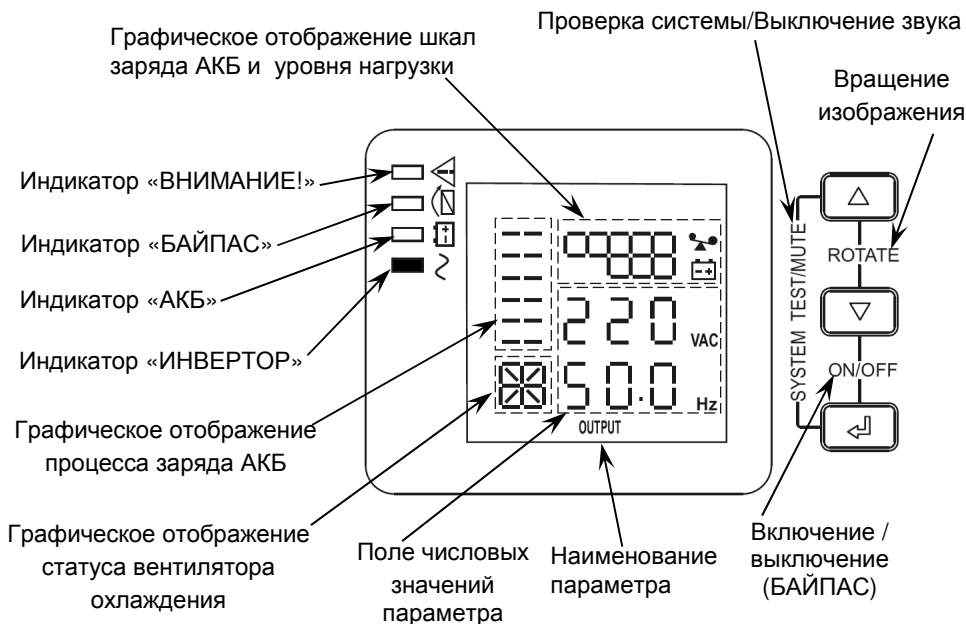

Рисунок 3 - Передняя панель изделия при монтаже в горизонтальном положении (на ЖК-дисплее отображены выходные параметры изделия (параметр OUTPUT)).
На ЖК-дисплее отображаются значения основных параметров изделия (см. рисунок 3).
-  При наличии напряжения питающей сети в пределах допустимого диапазона (см. п.1...п.3 таблицы 1) изделие питает нагрузки и осуществляет заряд АКБ. На ЖК-дисплее отображается величина выходного напряжения и значение его частоты (см. рисунок 3).